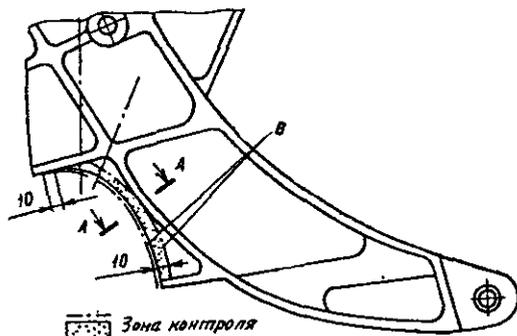

Рис. 69. Недоработанный кронштейн закрылка
1. рис.69, сечение А-А заменить прилагаемым.
Ш Дополнение к рис. 69,